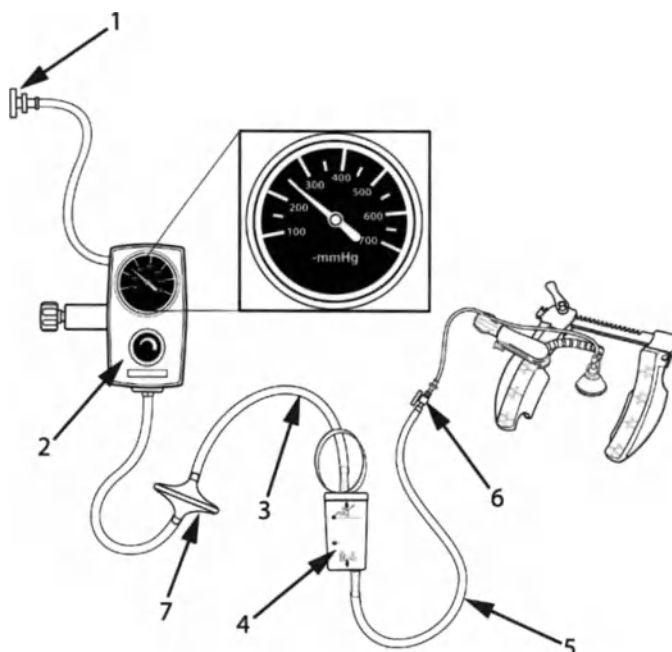

Figura 5: Sistema de posicionamiento por vacío ACROBAT-i
5. Conecte el accesorio de bloqueo liber AMARILLO del juego de tubos del sistema de posicionamiento ACROBAT-i al accesorio liber AMARILLO de los tubos de vacío del sistema de posicionamiento ACROBAT-i. Conecte el otro extremo de los tubos del juego de tubos al accesorio con rebaba inferior del recipiente del sistema Acrobat-i o de otro recipiente de recogida de líquidos (no incluido). Asegúrese de que la llave de paso esté en la posición cerrada con respecto al aire. El juego de tubos con el filtro conectado a la parte superior del recipiente se debe conectar a continuación a una fuente de vacío regulada. Establezca el regulador de vacío en 250 mm Hg. Consulte la figura 5 para ver la configuración de los tubos y el sistema de vacío correcta.